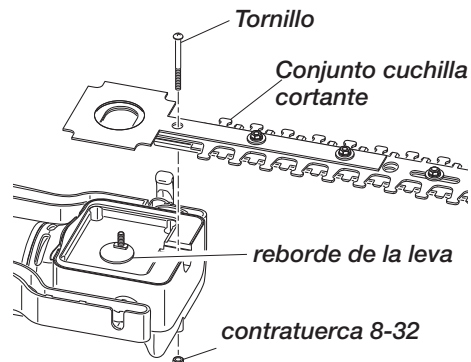

Figura 19- Retiro del conjunto cuchilla cortante
5. Retire el tornillo que sostiene al conjunto cuchilla de corte (vea la Figura 19). **IMPORTANTE:** Esté seguro de no perder la contratuerca 8-32 que asegura a este tornillo.
8. Alinee el conjunto cuchilla de corte de modo que la leva encaje correctamente en los lóbulos ovalados de este conjunto (vea la Figura 19). **IMPORTANTE:** El reborde de diámetro mayor de la leva debe estar hacia arriba como alejándose del cabezal de potencia. El reborde de diámetro menor de la leva debe alinear y asentar directamente en la parte superior del otro reborde de la leva.